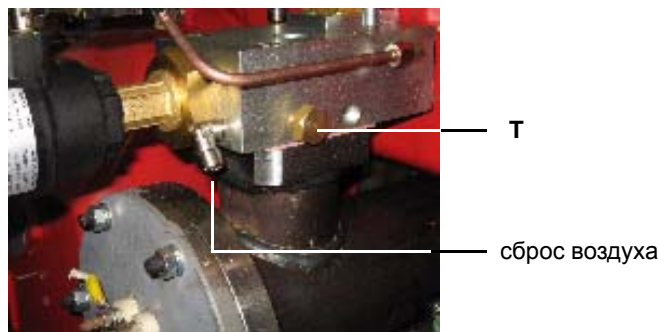

Рис. 37
- 3 выпустить воздух через заглушку (T) (Рис. 37), медленно откручивая указанную заглушку T, но не снимая ее; по завершении - вновь ее закрутить